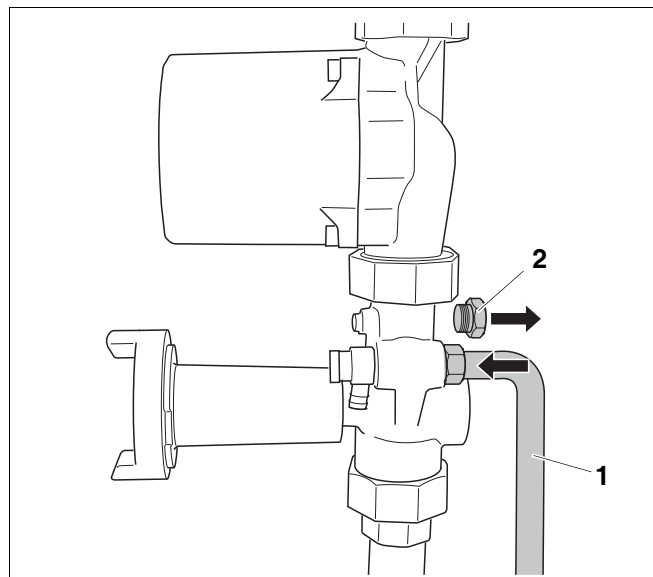

Fig. 14 Tilslutning af ekspansionsbeholder
- Fjern proppen (fig. 14, **pos. 2**), og slut rørledningen til.
- Installér ekspansionsbeholderen (tilbehør) via en rørledning (fig. 14, **pos. 1**) ved tilslutningen via det blå vedligeholdelsesarmatur (retur).